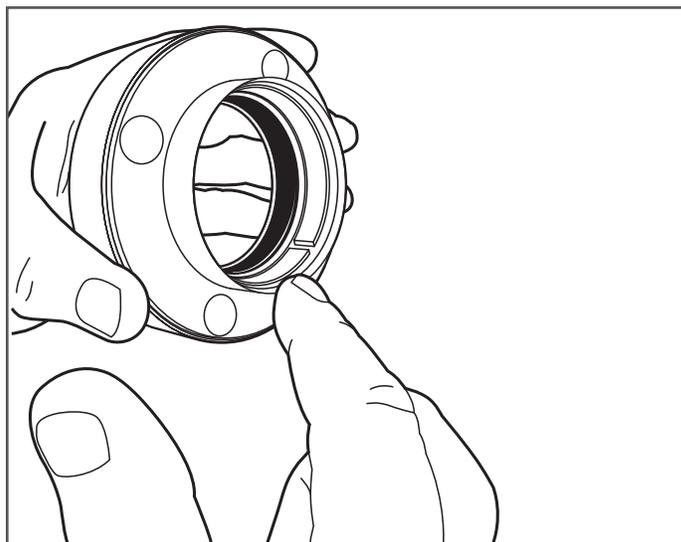

Figure 7-10
11. Veillez à ce que la bague poussoir, la bague de retenue en spirale et le joint arrière à profil carré soient installés dans la partie arrière du raccord (Figure 7-10).